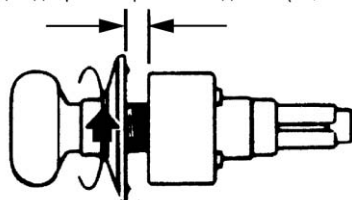

Рис. 6.9. Регулировка положения розочки (С разрешения компании Schlage Lock Company)
5. Отрегулировать розочку, поворачивая и отодвигая на 1/16 дюйма (1,5 мм) от корпуса для двери толщиной 1 3/8 дюйма (35 мм). Для двери 1 7/8 дюйма (47,5 мм) ее следует повернуть на 3/16 дюйма (4,5 мм) (рис. 6.9).